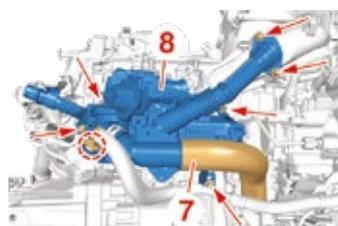

Fig. 36
- Scollegare il manicotto **(7)** (Fig. 36).